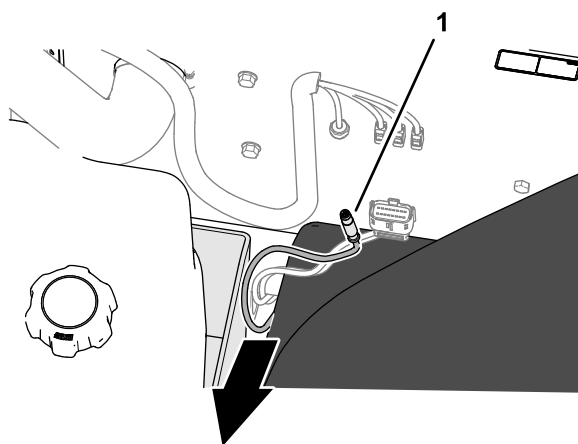

Рисунок 163
7. Проложите кабель передачи данных модема вдоль жгута проводов питания модема (Рисунок 163), наружу из правой стороны машины и между кронштейном топливного бака и правым передним крылом.